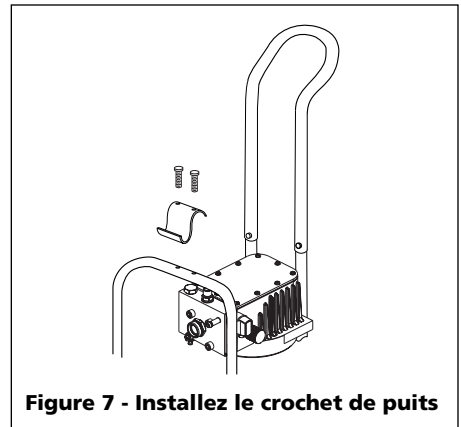

Figure 7 - Installez le crochet de puits
10. Alignez les deux trous dans le crochet de puits avec les deux trous sur le dessus du cadre (Voir la Figure 7).